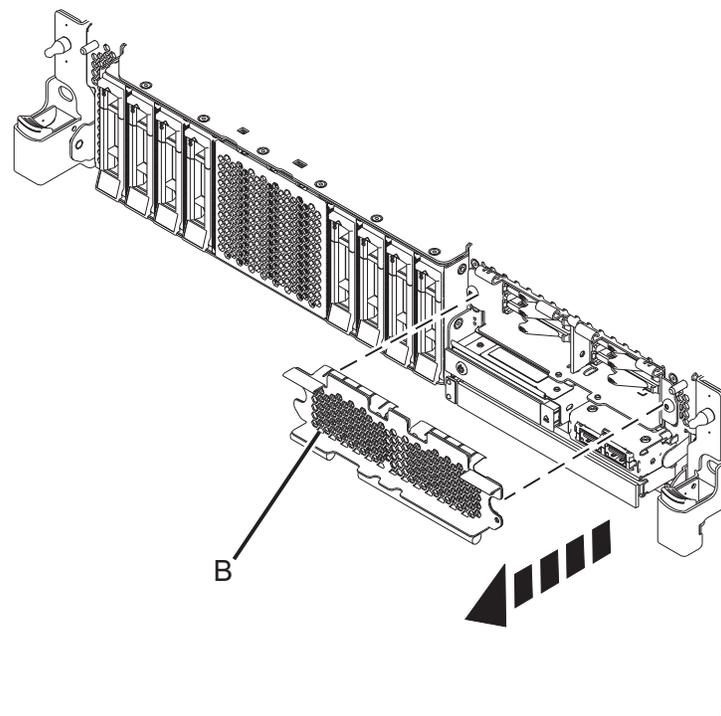

Abbildung 25. SSD-Gehäuseabdeckung für den Zugriff auf die SSD-Steckplätze in einem System mit erweiterten Funktionen abheben
15. Um auf die SSD-Steckplätze zuzugreifen, heben Sie die perforierte Platte (B) ab, die das SSD-Gehäuse abdeckt, wie in Abb. 25 dargestellt.